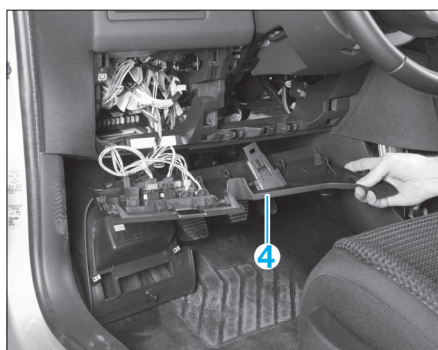

FIG. 15
- Désaccoupler le tube de dépression (3) du servofrein.
- Déposer le bandeau inférieur (4) (Fig.15).